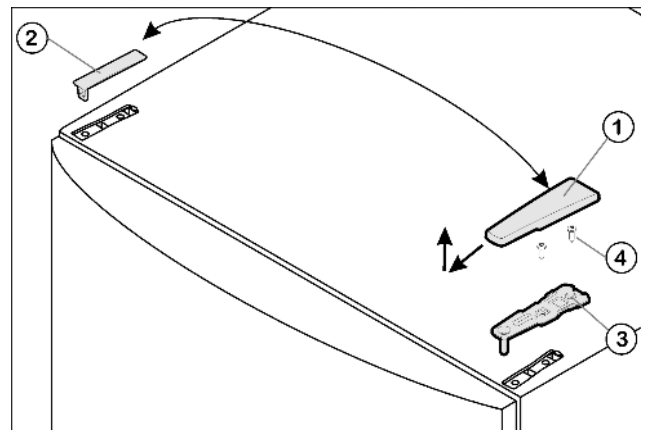

Fig. 5
- ▶ Afdekking Fig. 5 (1) naar voren en boven wegtrekken.
- ▶ Afdekking Fig. 5 (2) eraf nemen.
- ▶ Bovenste lagerbus Fig. 5 (3) losschroeven (2 maal Torx® 25) Fig. 5 (4) en naar boven eraf trekken.
- ▶ Plaats de bovenste lagerbus Fig. 5 (3) aan de nieuwe scharnierkant in de deur.
- ▶ Bovenste lagerbus **goed (met 4 Nm)** vastschroeven (2 maal Torx® 25) Fig. 5 (4). Steek de schroefgaten indien nodig voor of gebruik de accuschroevendraaier.
- ▶ Afdekking Fig. 5 (1) en afdekking Fig. 5 (2) elk op de tegenoverliggende zijde van buiten aanbrengen en vastklikken.